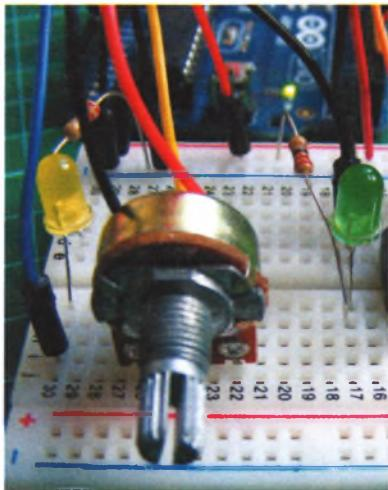

РИСУНОК 17.2
2. Установите потенциометр на макетную плату и подключите его левую ножку к шине питания 5 В, центральную — непосредственно к контакту A0 платы Arduino, а правую — к шине заземления, как показано на рис. 17.2.